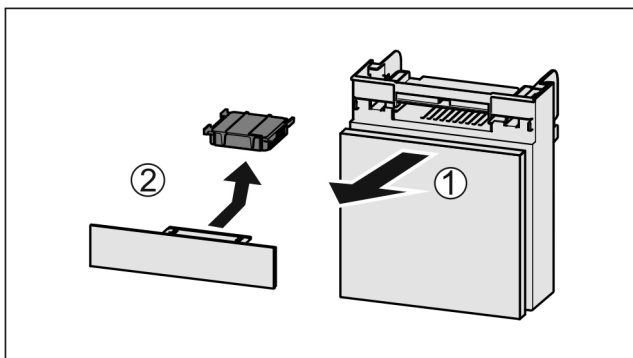

Fig. 98
- ▶ Retire el compartimiento hacia delante Fig. 98 (1).
- ▶ Retire el filtro de carbón activo Fig. 98 (2).